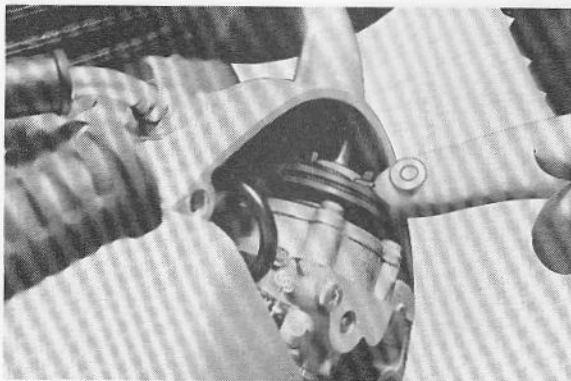

Fig. 2-5-11
- c. Remove or add an adjustment shim as required. (Fig. 2-5-11)
- c. Enlever ou ajouter une cale de réglage suivant besoin. (Fig. 2-5-11)